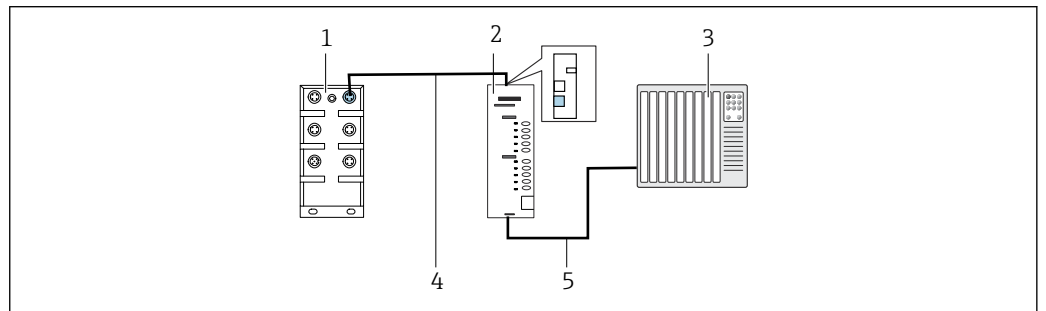

图 1 通信连接
1. 连接 Modbus TCP 接口与网关顶部。→ 图 1, 图 9
1. 连接 PROFIBUS 接口与网关底部。→ 图 1, 图 9